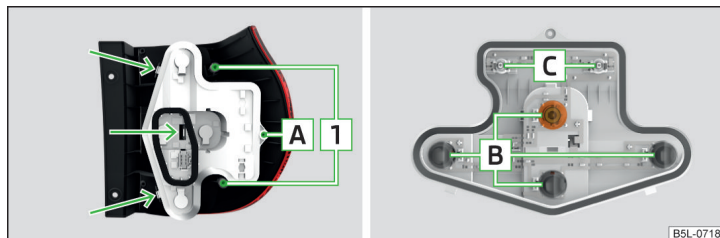
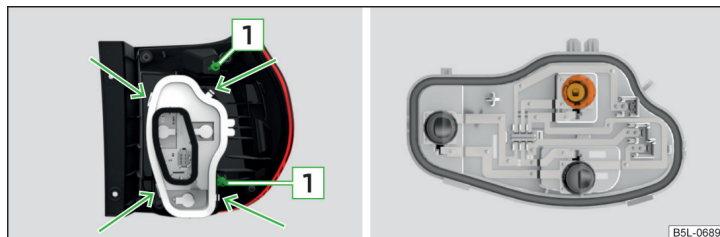

Fig. 205 Parte interior de la lámpara: lámpara ambiente
Fig. 206 Parte interior de la lámpara: Lámpara con medios de iluminación LED
- Introduzca presionando con cuidado la lámpara en la carrocería de tal manera que los pernos **1** » **fig. 205 de la pág. 182** o » **fig. 206 de la pág. 182** de la lámpara encajen en los alojamientos de la carrocería » **!**.
- Con la llave del equipo de herramientas a bordo, destornille el tornillo de fijación A » fig. 205.
- Desbloquee el portalámparas en las áreas señaladas con las flechas » fig. 205 y extraiga el portalámparas de la luz.
- Colocar el portalámparas en la luz y atornillar el tornillo de seguridad A » fig. 205.
- Desbloquee el portalámparas en las áreas señaladas con las flechas » fig. 206 y extraiga el portalámparas de la luz.
- Gire la bombilla respectiva » fig. 206 hasta el tope **en sentido contrario** al de las agujas del reloj y extraígalas del portalámparas.